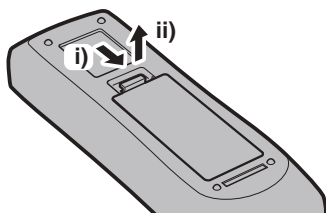

Рис. 1
- 1) Откройте крышку. (Рис. 1)